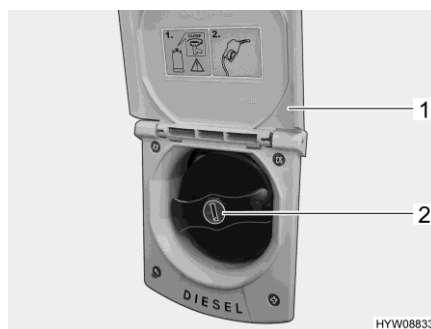

Fig. 36 Bec de remplissage du carburant
- Basculer le portillon (Fig. 36,1) vers le haut.
- Insérer la clé dans le barillet (Fig. 36,2) et la tourner dans le sens inverse des aiguilles d'une montre.